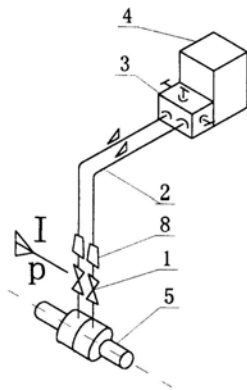
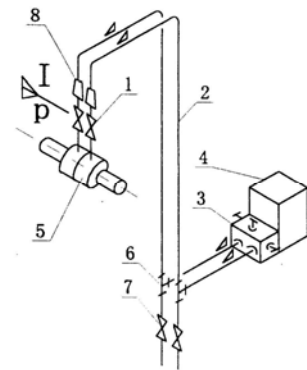

图 3
图 5
7、双文丘里管风量测量装置引压管路连接图。如图 3、图 4、图 5 所示。